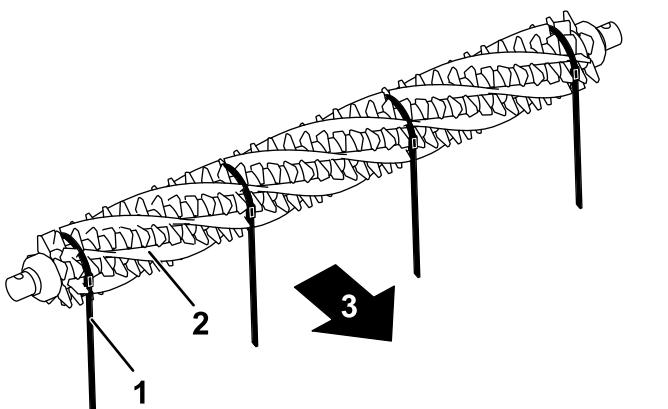

Figura 20
3. De um lado do cilindro do rastelo, faça deslizar uma escova para cada ranhura em torno de todo o comprimento do cilindro do rastelo (Figura 20).
Importante: Deve envolver as fitas em torno da lâmina do rastelo e conjunto de escova na direção de rotação principal. Figura 20 mostra as fitas instaladas para rotação para a frente.